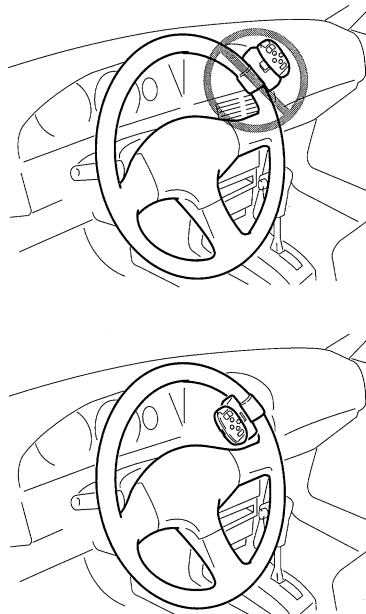

Fig. 9
- Ne pas fixer cette unité à la circonférence extérieure du volant de direction. Elle gênerait la stabilité de la conduite et provoquerait un accident. Toujours fixer cette unité à la circonférence intérieure du volant de direction, comme illustré. (Fig. 9)